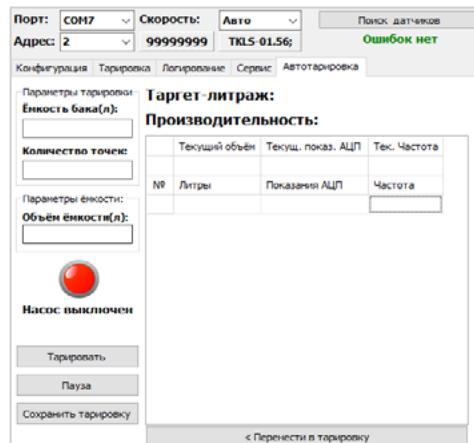

Рис.17. Вкладка «Автотарировка»
- перейти на вкладку «Автотарировка» (Рис.17);